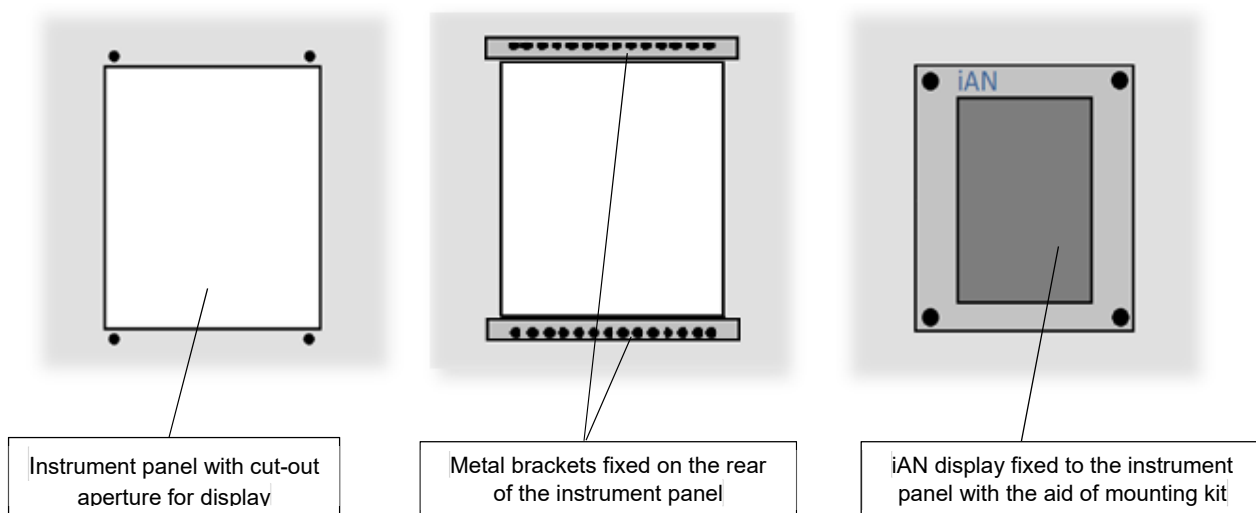

Figura 14 : iAN – Kit per Montaggio a Pannello
- 2 Posizionare le staffe dietro al pannello e allineare i fori M5 delle staffe con i fori di 6 mm del pannello (Figura 14).